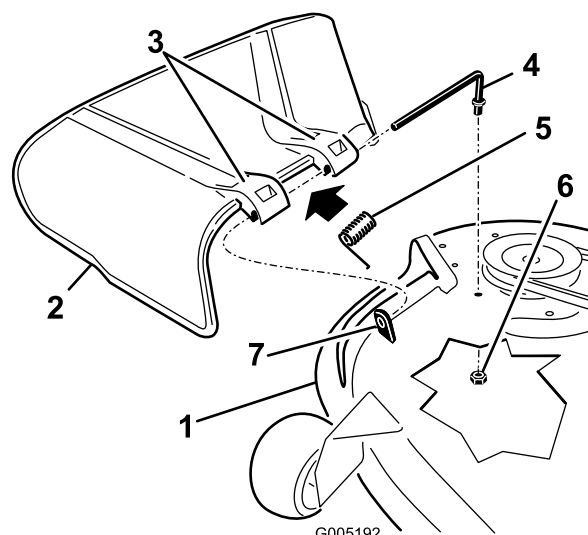

Figura 67
1. Retire la tuerca (3/8 pulgada) de la varilla debajo del cortacésped (Figura 67).
2. Retire la varilla del separador corto, del muelle y del deflector de hierba (Figura 67).
4. Vuelva a colocar el deflector de hierba (Figura 67).
7. Deslice la varilla por el segundo soporte del deflector de hierba (Figura 67).
9. Sujete el extremo trasero de la varilla en el cortacésped con una tuerca (3/8 pulgada), según se muestra en Figura 67.